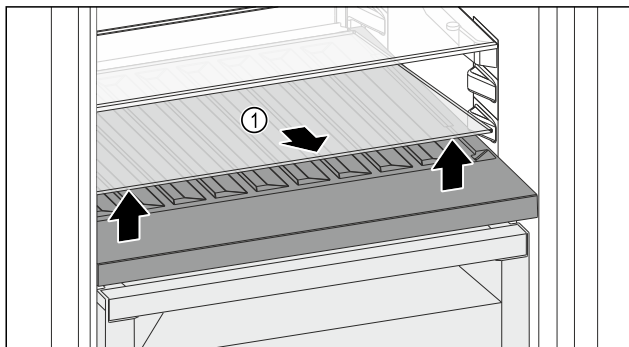

Fig. 224
- Ridicați în față și extrageți placa de sticlă Fig. 224 (1) din degajare.
- Păstrați placa de sticlă Fig. 224 (1) în siguranță în afara aparatului.
- Așezați placa de sticlă în poziție de lucru (2) sub raftul variabil pentru sticle.